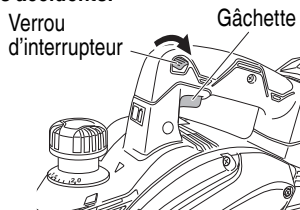

Fig. 7
- Utilisation de l'interrupteur (Fig. 7)
- (1) Pour une utilisation de la machine en toute sécurité, celle-ci est équipée d'un « verrou interrupteur », placé sur sur le côté de la poignée.